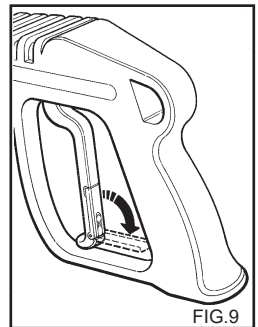

FIG. 9
- Когда мойка не используется, закройте предохранительное устройство, расположенное на ручке (fig. 9).